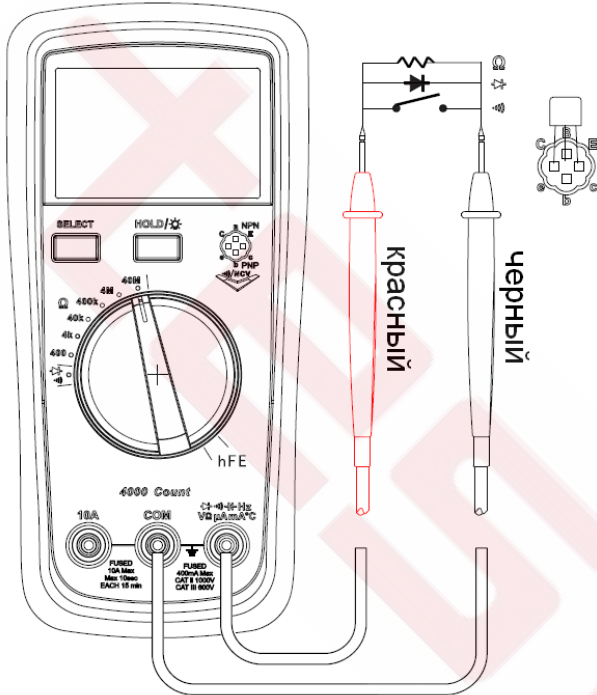

Рисунок 3
9.2. Измерение сопротивления (см. рисунок 3)
9.3. Прозвонка электрических цепей (см. рисунок 3)
9.4. Проверка диодов (см. рисунок 3)
9.5. Проверка транзисторов (см. рисунок 3)